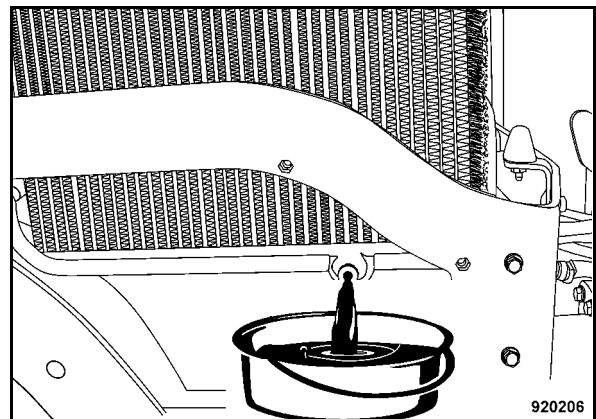

Fig. 134
- Desenroscar el tornillo de descarga (Fig. 134).